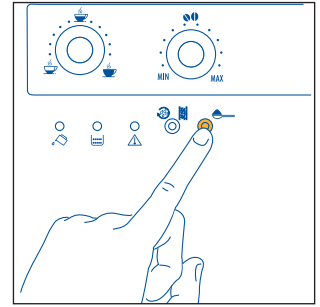

Fig. 18
1. Appuyez sur la touche ☕ pour sélectionner la fonction café prémoulu (fig. 18). Le voyant dans le bouton s'allume pour indiquer que la fonction a été sélectionnée et que le fonctionnement du moulin à café est coupé.